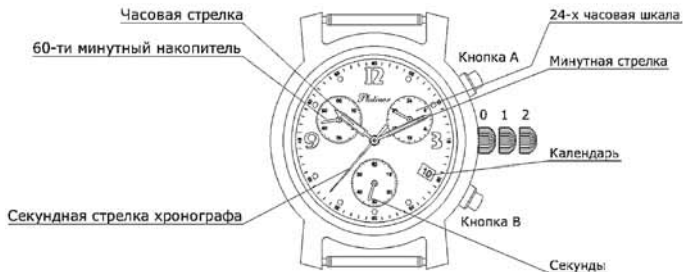

Рис. 3
- Выдвинуть заводную головку в положение 2 (здесь и далее – рис. 3).